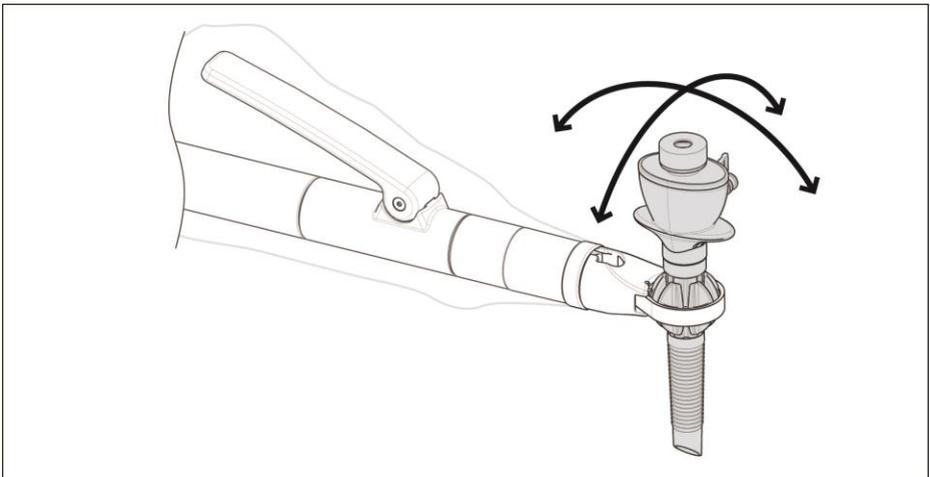

Abbildung 8
- Rotation um den Mittelpunkt der Trokarkugel (siehe Abbildung 8).